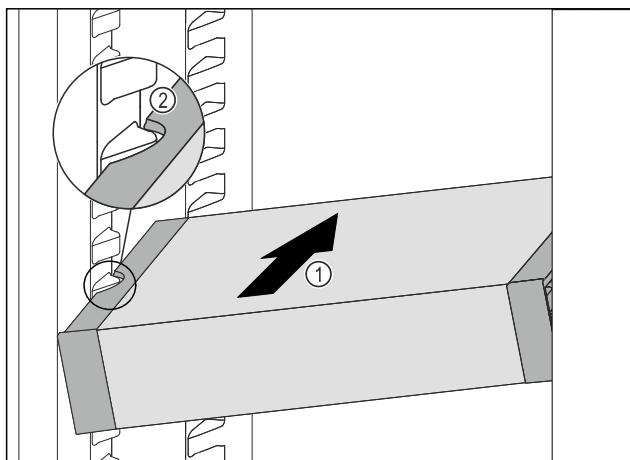

Fig. 87
- Вставити висувний ящик VarioSafe під кутом в охолоджувальне відділення Fig. 87 (1), допоки бокові поглибления Fig. 87 (2) VarioSafe не будуть розташованіся на рівні ребра для ємності в охолоджувальному відділенні.